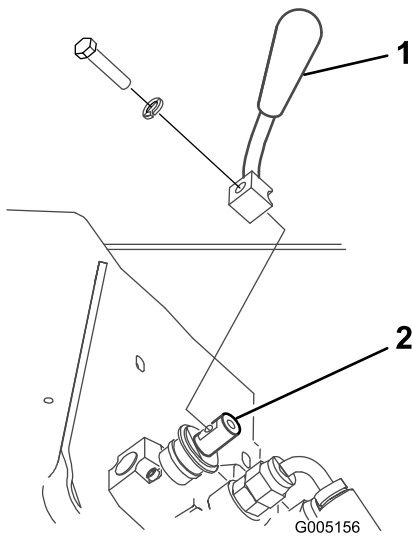

Figura 4
2. Fissate la leva alla valvola di selezione della velocità utilizzando il bullone e la rondella elastica, come illustrato nella Figura 4.